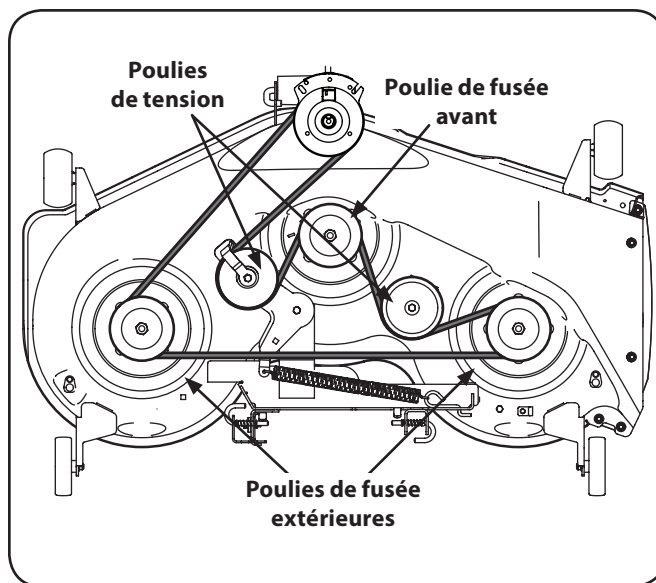

Figure 7-9
5. Acheminez la nouvelle courroie autour des deux poulies de fusée extérieures et de la poulie de fusée avant. Voir Figure 7-9.